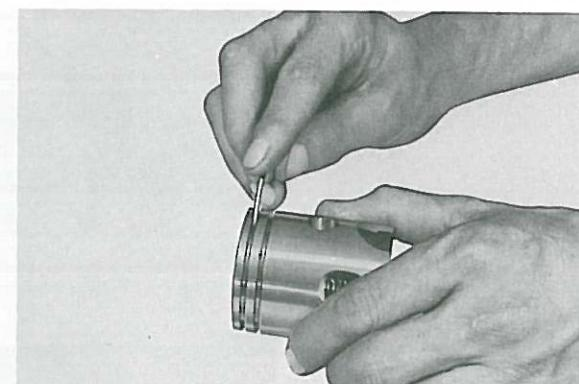

Fig. 3-3-11
3. Remove carbon deposits from ring grooves. (Fig. 3-3-11)
3. Décalaminer les gorges du piston. (Fig. 3-3-11)
3. Ölkhohleablagerungen auch aus den Rinnruten entfernen. (Fig. 3-3-11)